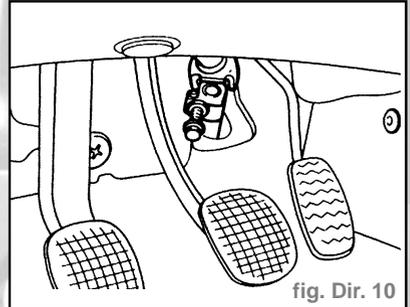

fig. Dir. 10
- Enlever le boulon de fixation du tronçon inférieur au pignon du boîtier de direction (fig. Dir. 10).
- Enlever le boulon fixant l'arbre au pignon du boîtier de direction assistée (fig. Dir. 10).